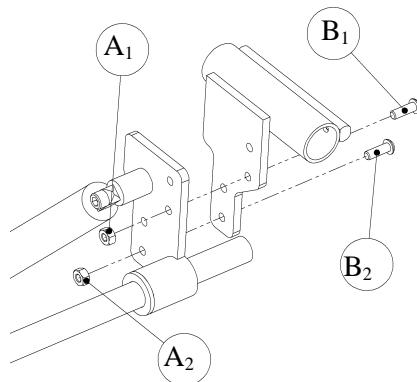

Figure 7 - Système d'ajustement en hauteur du siège
Le mécanisme de jonction (Figure 7) permet l'augmentation de la hauteur siège/sol de 2 po (5 cm) par rapport à la hauteur nominale et ce, par incrément de 1 po (2,5 cm), tel que présenté au tableau 3. Pour modifier la hauteur, les étapes suivantes doivent être réalisées :
1. Maintenir les écrous ***A1*** et ***A2*** à l'aide d'une « clé à fourche 10 mm » (figure 7);